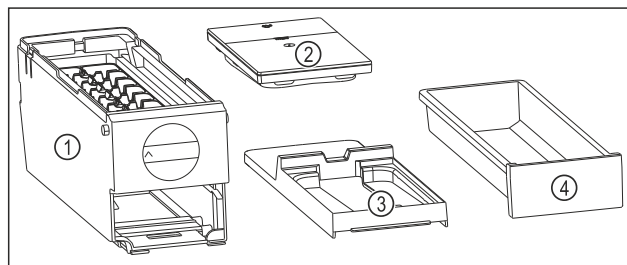

Fig. 138 Súčasti EasyTwist-Ice
- ▷ EasyTwist-Ice je rozložený na štyri časti. (pozri Fig. 138)
- ▶ Rozložte EasyTwist-Ice len na tie súčasti, ktoré sú na obrázku. (pozri Fig. 138)
- ▶ Korpus EasyTwist-Ice Fig. 138 (1) vyčistíte ako celok.